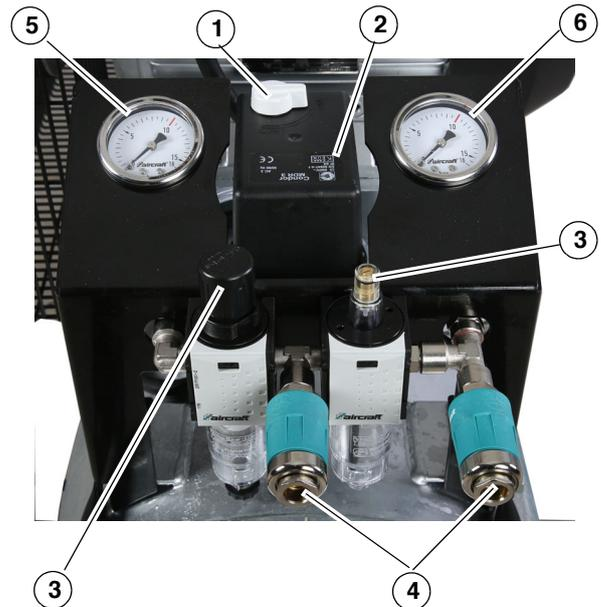

Abb. 12: Einstellung Arbeitsdruck V-Modelle (oben) und P-Modelle unten
Schritt 7: Schließen Sie die Entwässerung und prüfen Sie, ob der Kompressor den Behälter lädt und bei P_{max} anhält (max. Druck; wird durch das Manometer (Pos. 6, Abb. 12) angezeigt).
Der Arbeitsdruck wird mit dem Filterdruckregler (Pos. 7, Abb. 12) eingestellt (Drehen der Drehkappe oder Heben der Drehkappe, gewünschten Druck einstellen und Drehkappe wieder hinunter drücken und dadurch fixieren) und am Manometer (Pos. 5, Abb. 12) abgelesen. Die Entnahme erfolgt über die Schnell-Kupplungen (Pos. 4, Abb. 12).